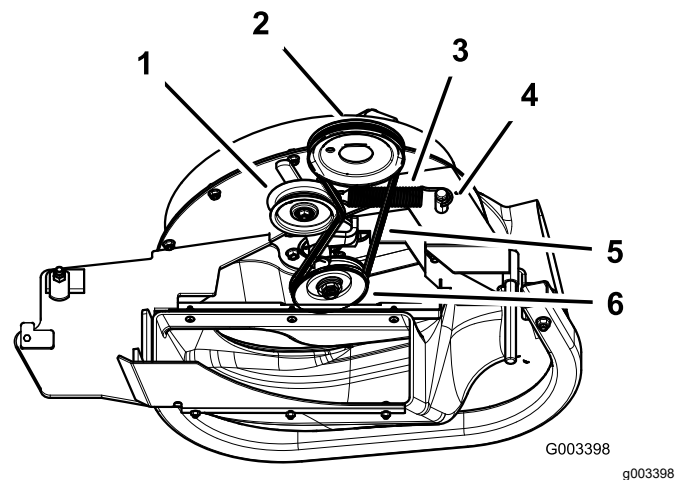

Bild 13
1. Verlegen Sie den Riemen an Mähwerken mit 152 cm und 183 cm um die Riemenscheibe des Gebläses (Bild 13).